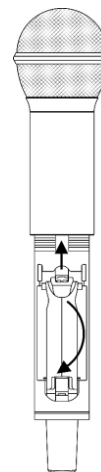

Fig. 07
- 02) Tirare verso l'alto il perno di tenuta e contemporaneamente tirare il supporto batteria verso il basso per accedere all'alloggiamento della batteria (Fig. 07).